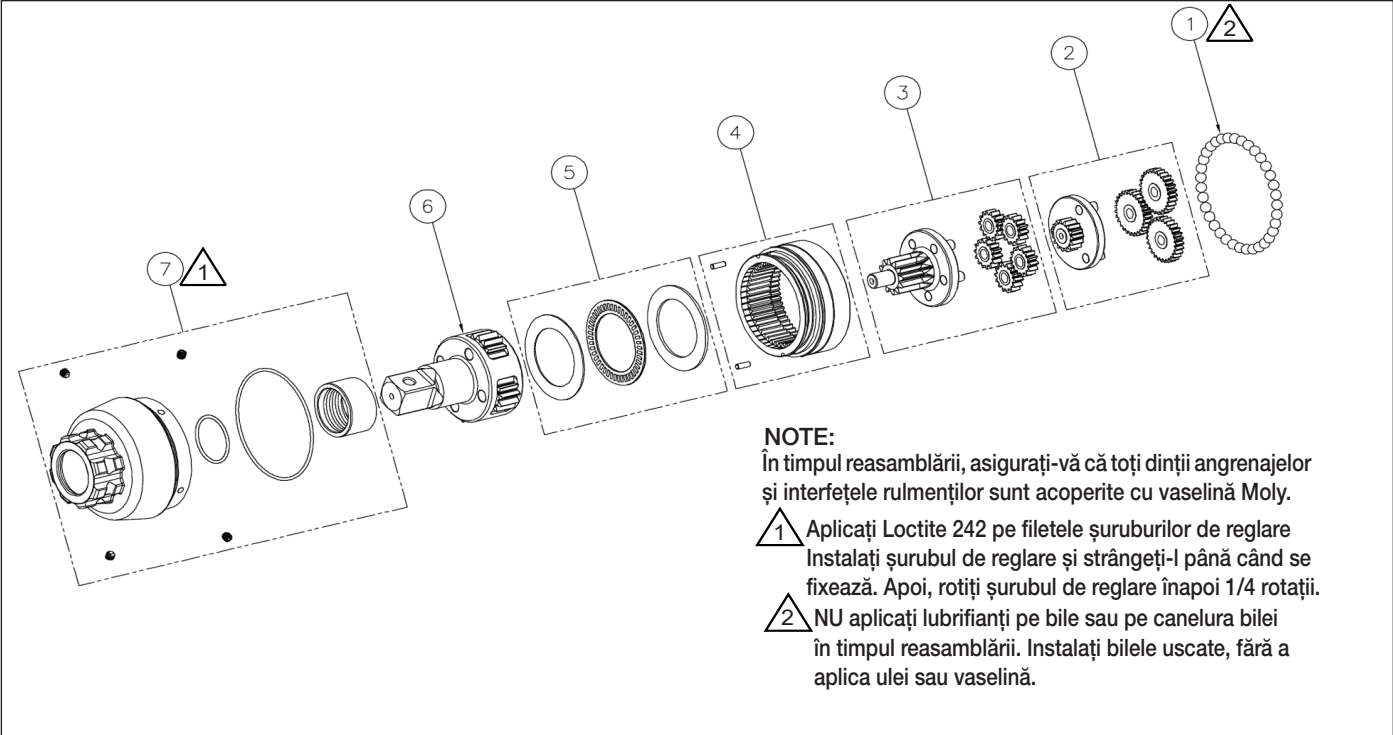

Figura 9: Ansamblu angrenaj de transmisie TW500SR
9.4.1 Tabel cu piese (Figura 9)